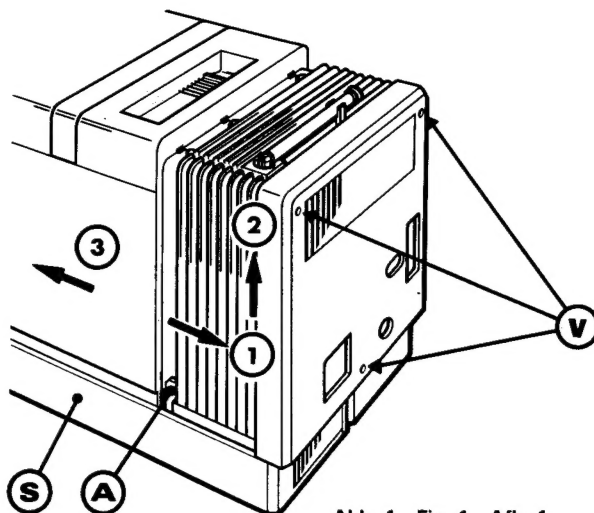
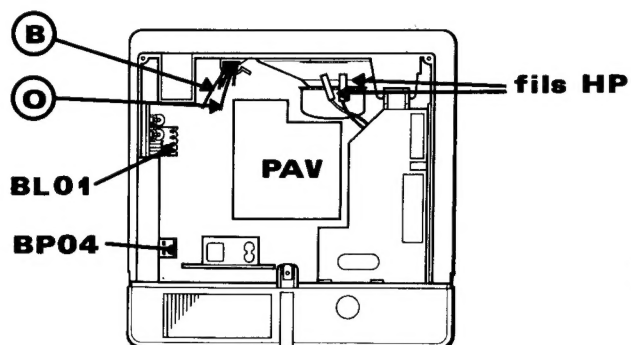

Abb. 1 Fig. 1 Afb. 1
Abb. 2 Fig. 2 Afb. 2
- Die 3 Schrauben « (V) » herausdrehen (Abb. 1).
- Das hintere Teil ca. 1 cm → (1) herausziehen, um die Zunge (A) auszuhaken, anheben und dieses Teil (2) abnehmen.
- Verbindungen lösen (Abb. 2):
- Den Untersatz (S) festhalten und gleichzeitig das Gehäuse nach vorn → (3) (Abb. 1) schieben, anheben und nach hinten kippen.
- Die zwei Verbindungsdrähte zwischen Vertikal-Ablenkeinheit und Anschluß BF01 von der Befestigung neben dem Lautsprecher lösen: weißer Draht (B) und orangener Draht (O) (Abb. 2).